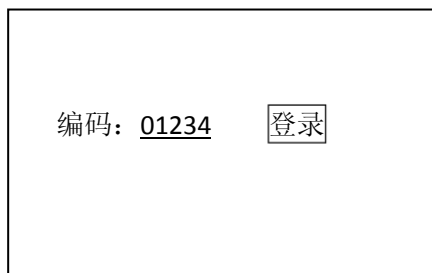

图 4-28
- 4) 选择【11 安全登录】，输入登录号，按【登录】执行操作。（如号码为 4 位数，则在号码前加一个 0，补齐 5 位。）如图 4-28